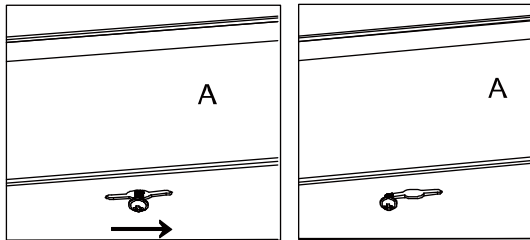

Figure 11
- Dissimuler les câbles avec les capuchons de connexion dans la boîte de jonction. Guider les têtes des quatre vis à bois dans les fentes en trous de serrure et glisser le boîtier du luminaire (A) dans la direction où les têtes de vis à bois peuvent s'appuyer sur la section étroite de la fente en trou de serrure. S'assurer que le luminaire est supporté et resserrer les quatre vis à bois jusqu'à ce que le luminaire se rattache sur la surface de montage. (Figure 11).